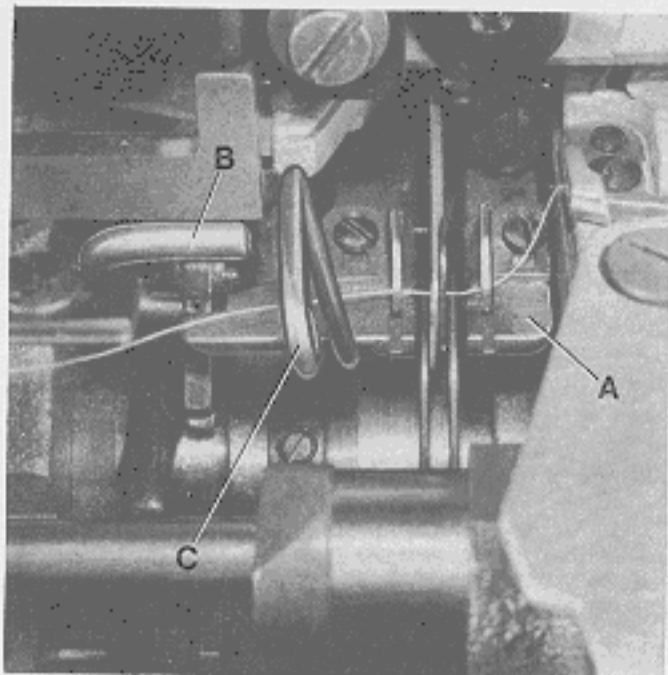

Fig.7
For easier threading of the looper thread, the cast-off plate (A, Fig. 7) will flip-up when pressing lever (B). After threading push the cast-off (A, Fig. 7) at lever (C) back to its home position (see Fig. 8).
For cleaning, the cast-off plate (A, Fig. 7) can be removed completely. Rotate pulley until the flat side of take-up points up. Flip-up cast-off plate by pressing lever (B) and turn out thumb screw (R, Fig. 9). Make sure that the cast-off plate is positioned above the flip-up spring when re-assembling.
Zum besseren Einfädeln des Greiferfadens kann die Fadenabzugsplatte (A, Fig. 7) durch Drücken des Hebels (B) nach oben ausgeschwenkt werden. Nach dem Einfädeln wird die Fadenabzugsplatte (A, Fig. 7) am Hebel (C) wieder in ihre Ausgangsstellung zurückgedrückt (siehe Fig. 8).
Zum Reinigen kann die Fadenabzugsplatte (A, Fig. 7) ganz herausgenommen werden. Drehen Sie am Handrad bis die flache Seite des Fadenaufnehmers oben ist. Schwenken Sie durch Drücken des Hebels (B) die Platte nach oben und drehen Sie die Rändelschraube (R, Fig. 9) heraus. Setzen Sie die Fadenabzugsplatte wieder so ein daß sie oberhalb der zum Hochdrücken dienenden Feder liegt.